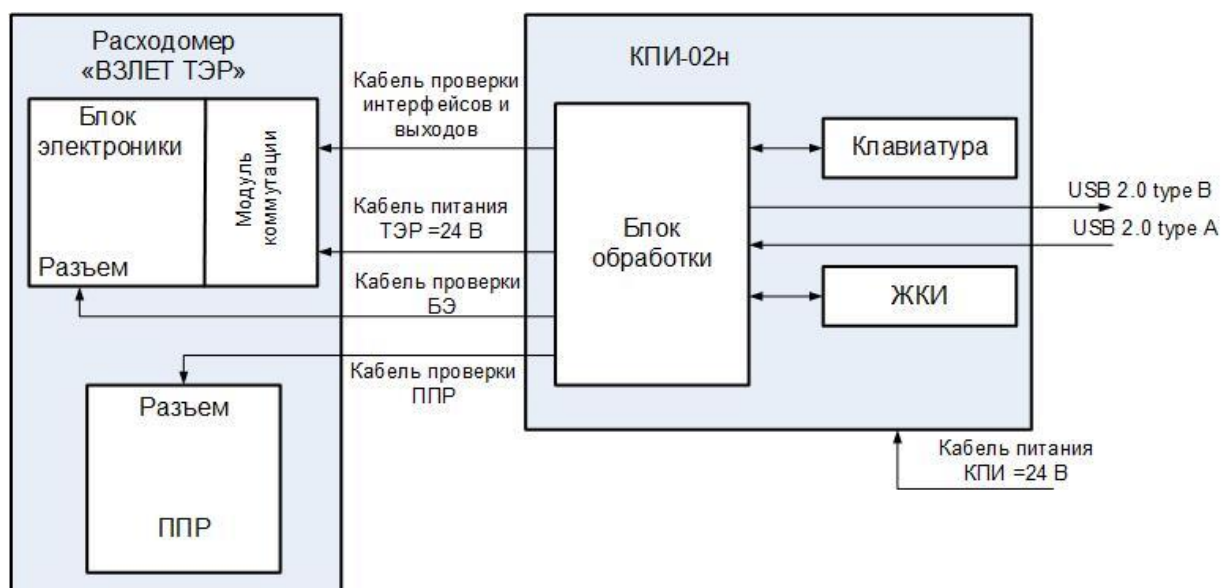

Рис.1. Структурная схема подключения КПИ к ТЭР.
Структурная схема подключения КПИ к ТЭР показана на рис.1.
3.1.1. Для управления КПИ с клавиатуры используется многоуровневая система меню (Приложение Д), состоящая из основного меню, подменю и окон, содержащих списки команд и параметров. Основное меню (рис.1), а также структура подменю и окон зависит от установленного режима работы КПИ.